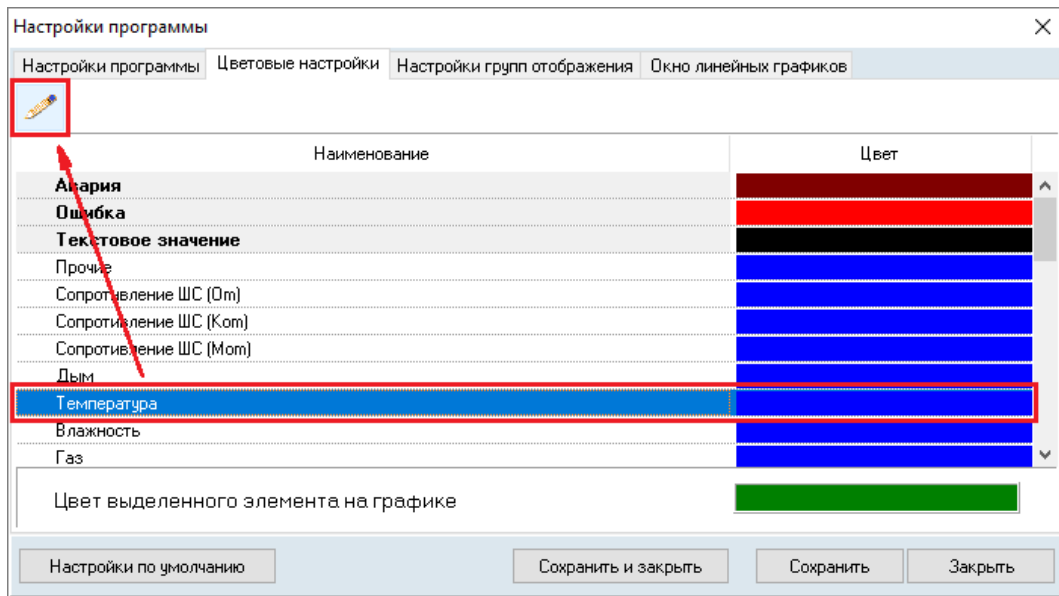

Рисунок 12-83 Переход к изменению цвета отображения телеметрируемого параметра "Температура" по кнопке "Изменить цвет"
- либо выделите строку особого состояния/параметра, для отображения которого необходимо изменить цвет, и нажмите кнопку  «Изменить цвет» (см. Рисунок 12-83);